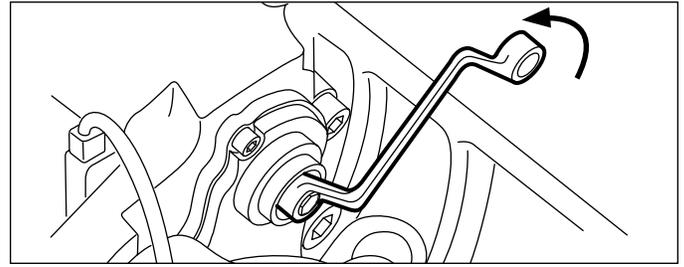

FIGURE 20 - RECULER (AUGMENTER) LE JEU FONCTIONNEL
4.2.2 À l'aide d'une clé polygonale fermée de 10 mm, tourner l'adaptateur de cisaillement (61) dans le **sens antihoraire** et écouter les 3 clics produits alors que le mécanisme recule (augmente) le jeu fonctionnel. Remarque : Ne pas utiliser une clé ouverte, car cela risquerait d'endommager l'adaptateur. Cf. Figure 20.
**ATTENTION :** Ne jamais tourner le régleur (23) lorsque l'adaptateur de cisaillement (61) n'est pas installé. L'adaptateur de cisaillement est un dispositif de sécurité conçu pour éviter qu'un couple excessif ne soit appliqué au régleur. L'adaptateur de cisaillement se brise lorsqu'un couple trop grand est appliqué.